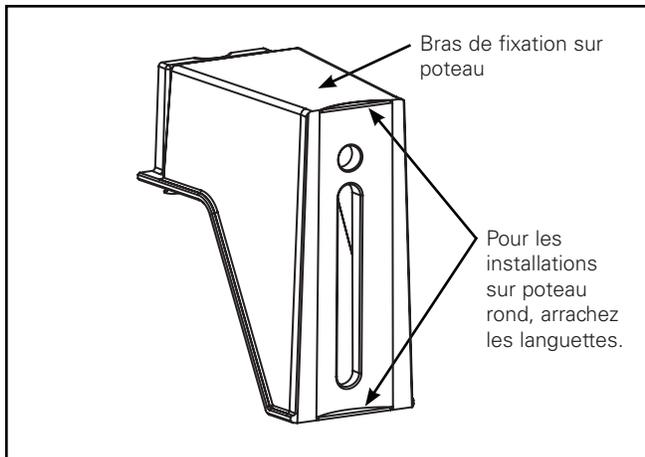

Figure 6.
Bras latéral du boîtier installé sur place - Accessoire (Figure 6 – Figure 12)
1. Le bras de fixation sur poteau est conçu pour un poteau carré ou rond. L'installation sur poteau rond nécessitera le retrait des languettes du bras de fixation. Saisissez la languette avec des pinces et arrachez-la. (Figure 6)